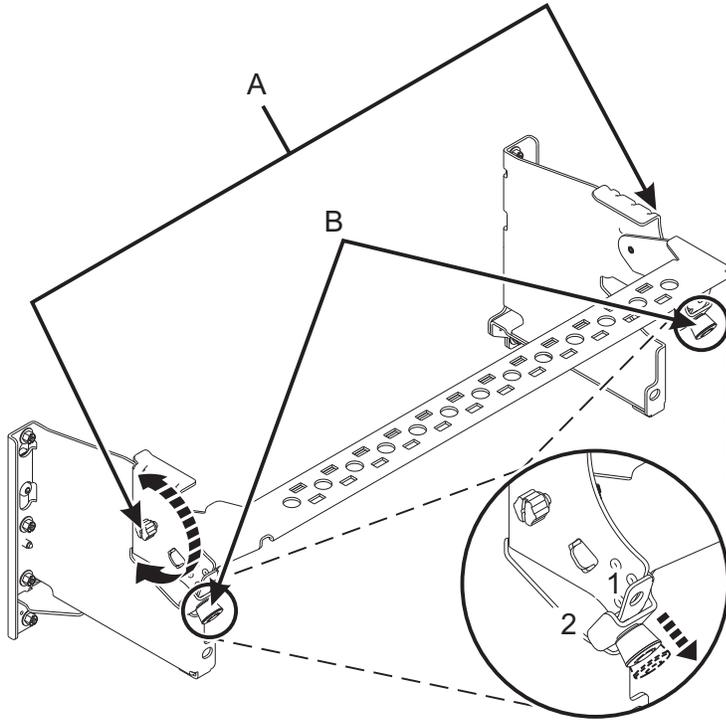

図 24. 操作位置へのケーブル管理ブラケットの設置
- 6. ケーブル管理ブラケットを操作位置に置きます。 25 ページの図 24を参照してください。
- a. 1/4 回転ファスナー (B) を引き出し、ケーブル管理ブラケットを下げた位置まで移動させながら、それらのファスナーを回転させて解放します。
- b. 1/4 回転ファスナー (B) を回転させ、ブラケットにかみ合わせて所定の位置にロックします。
- c. つまみねじ (A) を時計回りに回して、ケーブル管理ブラケットを固定します。